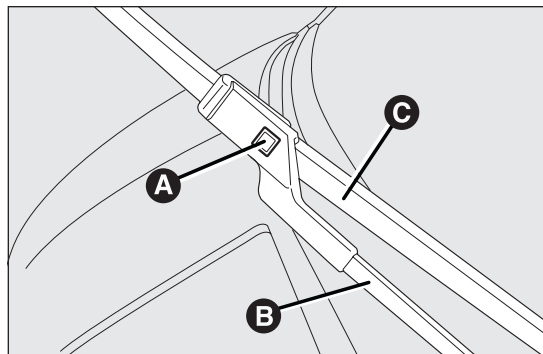

Abb. 139
- ☐ Den Wischerarm A Abb. 139 von der Scheibe abheben und das Wischerblatt so stellen, dass es mit dem Arm einen Winkel von 90° bildet;
- ☐ Drücken Sie die Taste A und ziehen Sie das Scheibenwischerblatt C Abb. 139 aus dem Arm B Abb. 139;